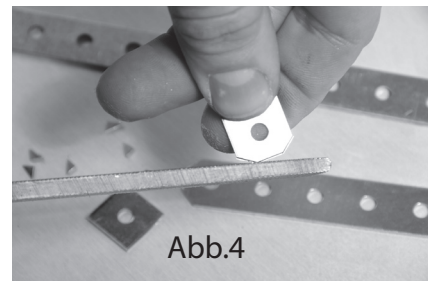

Abb.4
4. Kanten mit einer Werkstattfeile entgraten (siehe Abb. 4)